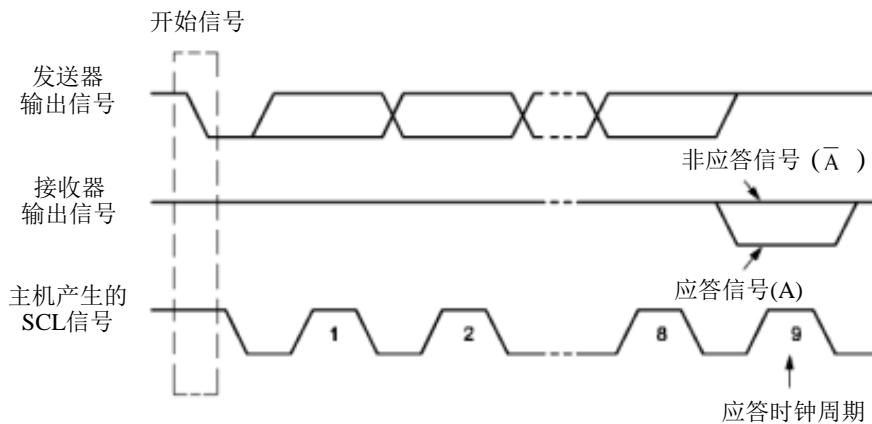

Figure 15-5 IIC 总线的应答信号
重新开始信号 (Repeated START): 在 IIC 总线上，由主机发送一个开始信号启动一次通信后，在首次发送停止信号之前，主机通过发送重新开始信号，可以转换与当前从机的通信模式，或是切换到与另一个从机通信。如 Figure15-5 所示，当 SCL 为高电平时，SDA 由高电平向低电平跳变，产生重新开始信号，它的本质就是一个开始信号。
应答信号 (A): 接收数据的 IIC 在接收到 8 位数据后，向发送数据的 IC 发出的特定的低电平脉冲。每一个数据字节后面都要跟一位应答信号，表示已收到数据。应答信号在第 9 个时钟周期出现，这时发送器必须在这一时钟位上释放数据线，由接收设备拉低 SDA 电平来产生应答信号，由接收设备保持 SDA 的高电平来产生非应答信号 (\bar{A})，如 Figure15-5 所示。所以，一个完整的字节数据传输需要 9 个时钟脉冲。如果从机作为接收方向主机发送非应答信号，这样，主机方就认为此次数据传输失败；如果是主机作为接收方，在从机发送器发送完一个字节数据后，发送了非应答信号，从机就认为数据传输结束，并释放 SDA 线。不论以上哪种情况都会终止数据传输，这时，主机或是产生停止信号释放总线，或是产生重新开始信号，开始一次新的通信。开始信号、重新开始信号和停止信号都是由主控制器产生，应答信号由接收器产生，总线上带有 IIC 总线接口的器件很容易检测到这些信号。